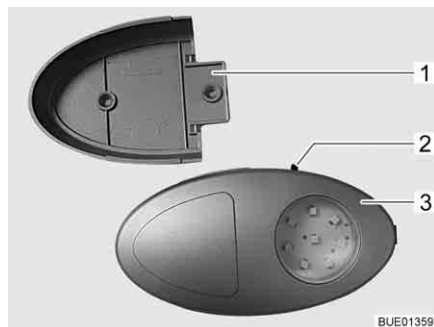
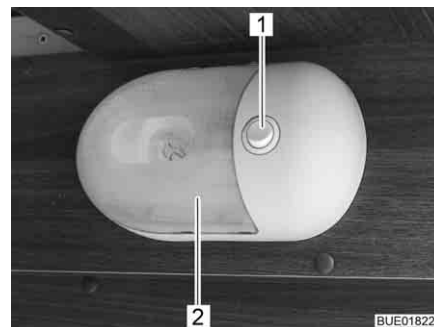

Fig. 91 Luce armadio guardaroba/
Fig. 92 Luce armadio guardaroba
- ▷ È possibile estrarre la luce armadio guardaroba dal supporto a vite (Fig. 91,1) e utilizzarla come torcia elettrica.
L'interruttore di accensione/spegnimento (Fig. 91,2 o Fig. 92,1) è montato direttamente sulla luce armadio guardaroba (Fig. 91,3 o Fig. 92,2).